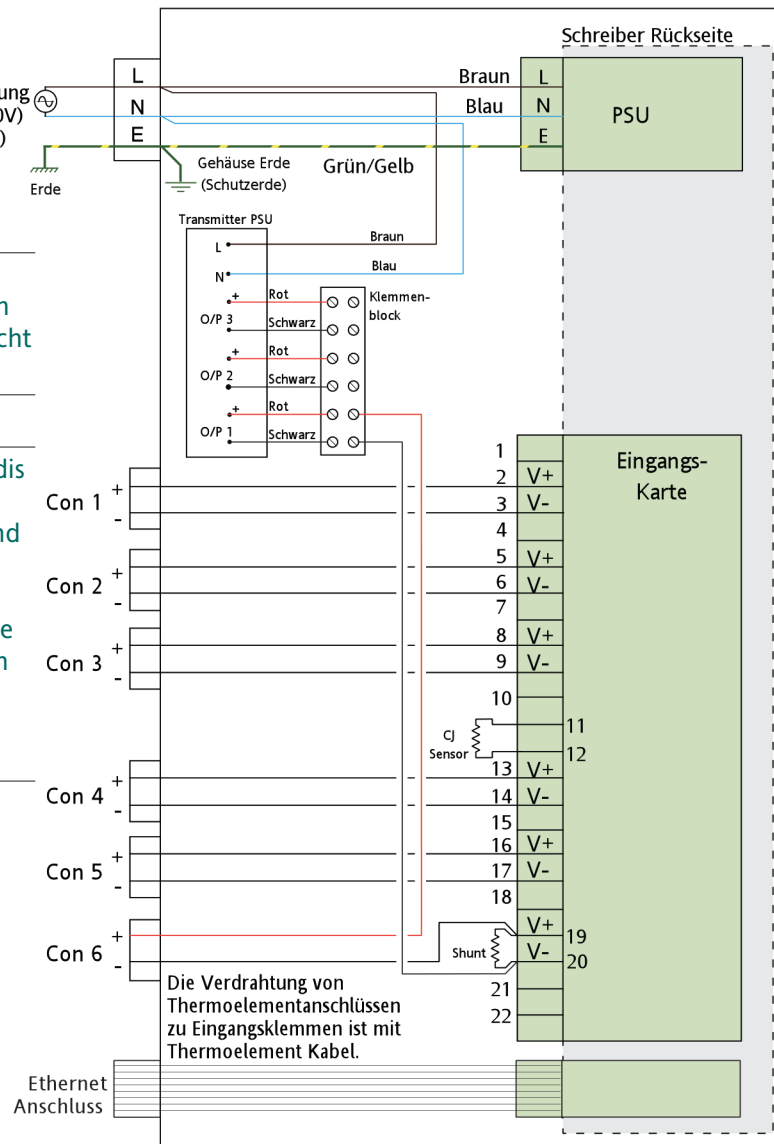

Abbildung 13.3.2c Details der internen Verdrahtung
In Abbildung 13.3.2c sehen Sie die interne Verdrahtung zwischen den Anschlüssen des Tragegehäuses und der Schreiber Rückseite (6)